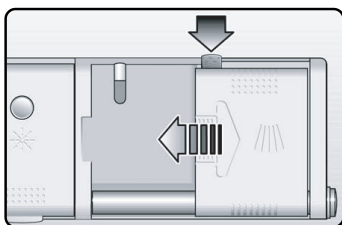

Figure 22/Ilus. 22
1. If the detergent dispenser cover is closed, open it by pressing the blue release tab **into the dispenser as shown** in Figure 22. The cover will slide open to the left. **Note: Pushing down on the release tab will not open the cover.**
1. Si le couvercle est fermé, l'ouvrir en pressant la languette de dégagement **dans le distributeur** comme à la figure 22. Le couvercle s'ouvre vers la gauche.
1. Si la cubierta del surtidor de detergente está cerrada, ábrala por medio de oprimir la lengüeta de desenganche azul **hacia adentro del surtidor** tal como muestra la Ilustración 22.